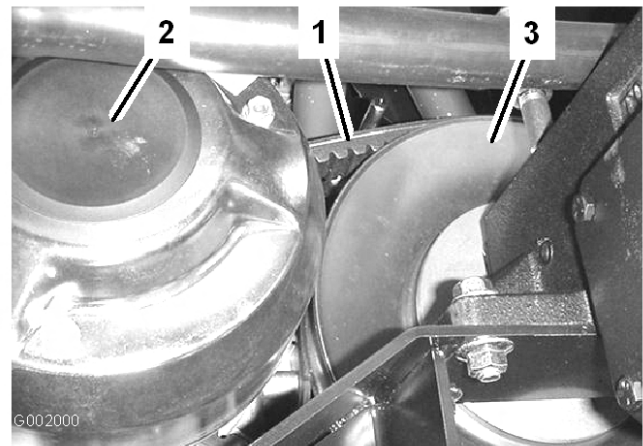

Figura 60
1. Haga girar la correa y llévela sobre el embrague secundario (Figura 60).